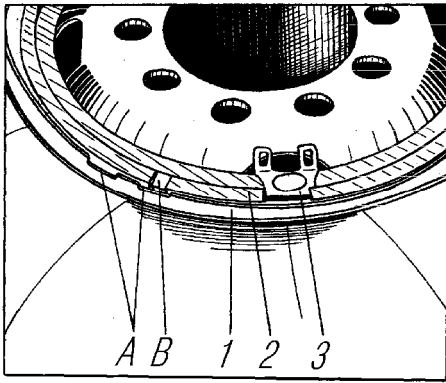

Рис. 47. Положение замочного и наружного бортового колец:
Бортовые и замочные кольца колес устанавливаются в строго определенном положении с помощью ограничителя замочного кольца, приваренного к ободу, и выдавки В (см.рис. 47) на замочном кольце, входящей в соответствующее углубление (паз) А на бортовом кольце. Второй паз на бортовом кольце используется при демонтаже колес. На одном из концов замочного кольца сделан паз для захвата кольца при извлечении его из замочной канавки обода.
5. Установить бортовое и замочное кольца, совместив при этом выштамповку В (рис. 47) на замочном кольце с одним из пазов А на бортовом кольце и обеспечив совпадение разреза замочного кольца с ограничителем на обode.